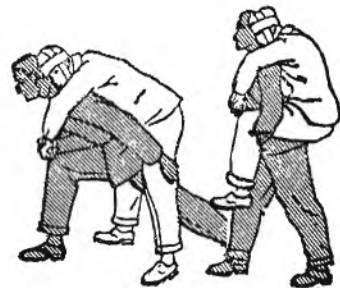

Figura 6 - Trasporto a cavalluccio.
a) a cavalluccio: feriti con arti inferiori senza fratture e con superiori e sensorio liberi (figura 6);